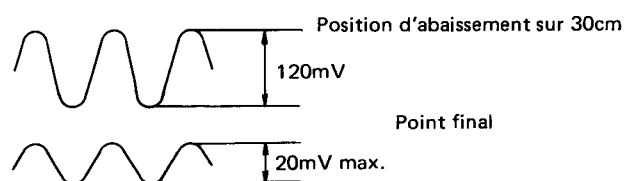

Fig. 9-11 Réglage de forme ondulatoire
6. Positionner le bras à l'endroit de minimum d'amplitude et régler à nouveau VR203 pour obtenir une amplitude inférieure à 20mVp-p (approximativement). (Voir Fig. 9-11)